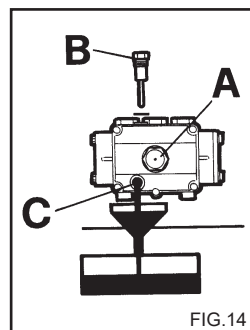

FIG.14
2) Dévisser le bouchon de la tige de contrôle de niveau (fig. 14).